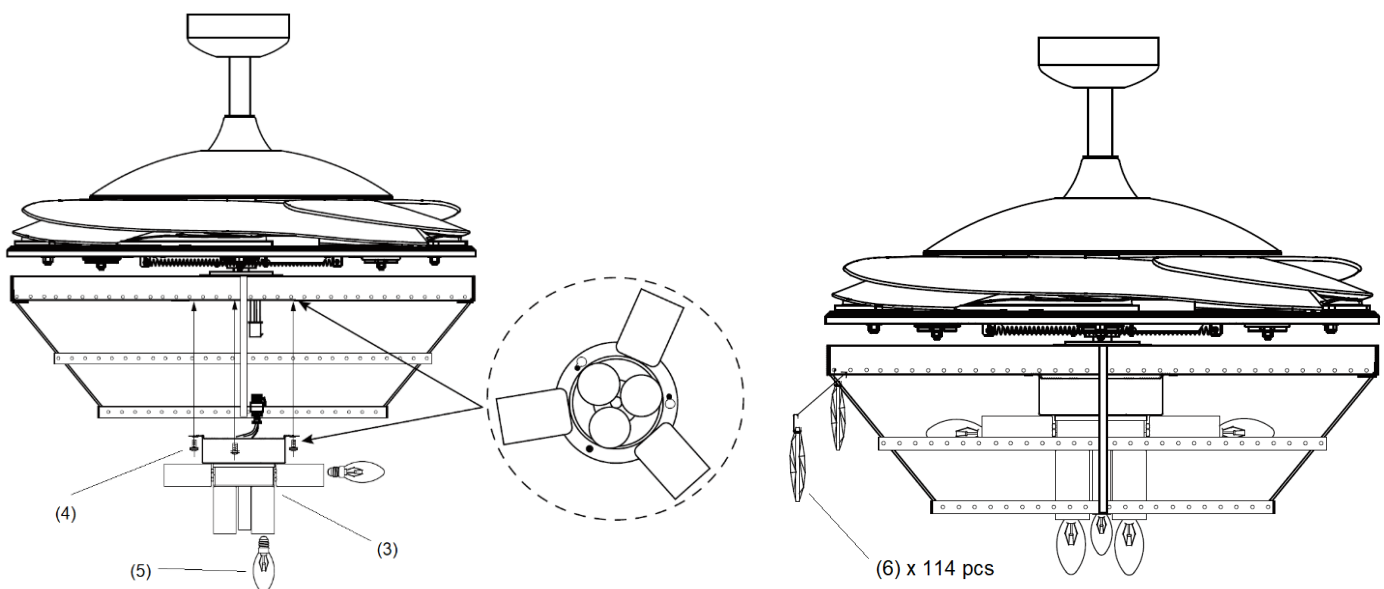

Fig. 7
4. Collegare il connettore rapido al portalampana (3) (Fig. 7).
5. Fissare il portalampana (3) alla staffa del kit luce serrando le 3 viti (4). Non avvitarle eccessivamente.
6. Installare le lampadine (5) sui portalampana. Non superare la potenza in ingresso massima.
7. Installare le gocce decorative (6) sul kit luce.